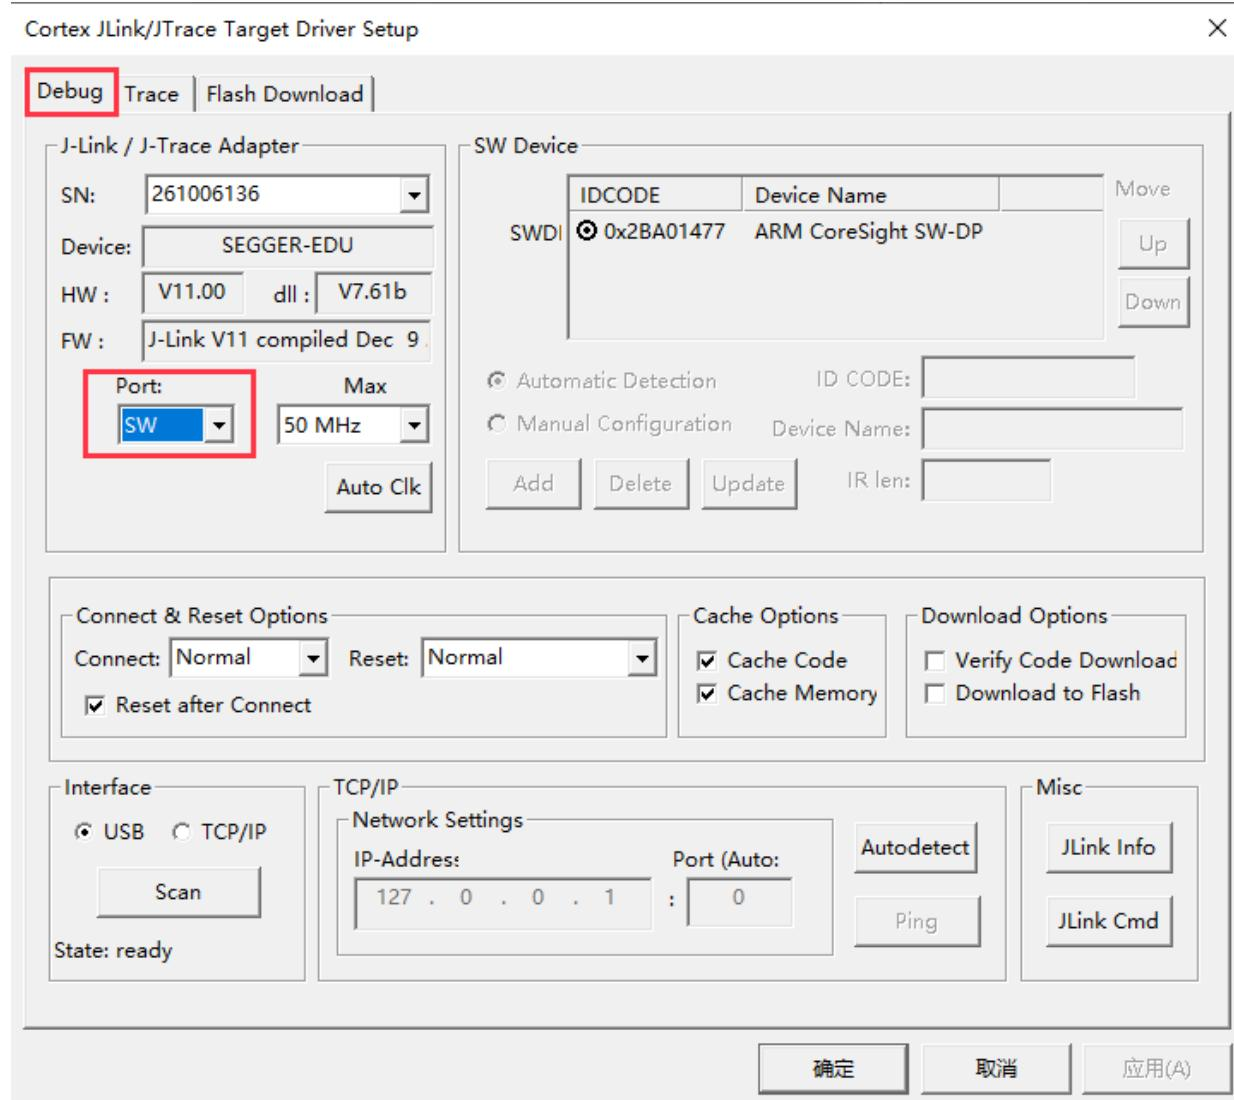

图 4-2 调试接口配置
- 点击 Settings 后，出现“Cortex JLink/JTrace Target Driver Setup”窗口，Debug 界面中 Port 选项，选择 SW 接口，如图 4-2 所示。